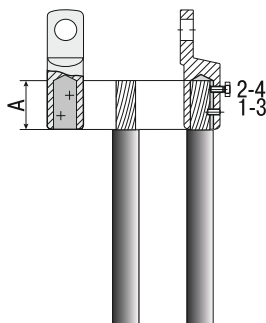

Рисунок 4
4.13.3 Установить на жилу наконечник до упора в изоляцию и подтянуть от руки болты в порядке 1—2 (рисунок 4).
4.13.4 Затянуть болты до срыва головок в порядке 3—4 (рисунок 4).